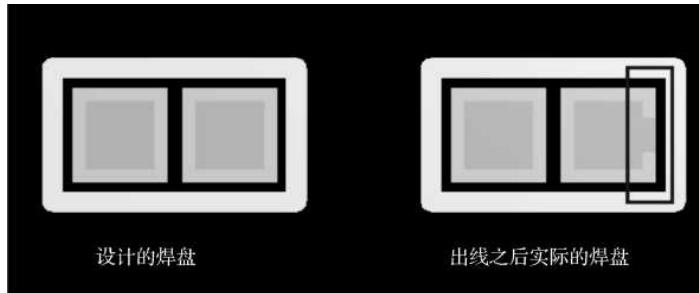

图 10-67 设计的焊盘和出线之后实际的焊盘
(4) 设计的焊盘的形状一般都是规则的, 如 BGA 的焊盘是圆形的, QFP 的焊盘是长圆形的, CHIP 元件的焊盘是矩形的等。但实际做出的 PCB 焊盘却不规则, 可以说是奇形怪状。以 0402R 电阻封装的焊盘为例, 如图 10-67 所示, 由于生产时存在工艺偏差, 设计的规则焊盘出线之后, 实际的焊盘是在原矩形焊盘的基础上加一个小矩形焊盘组成的, 不规则, 出现了异形焊盘。